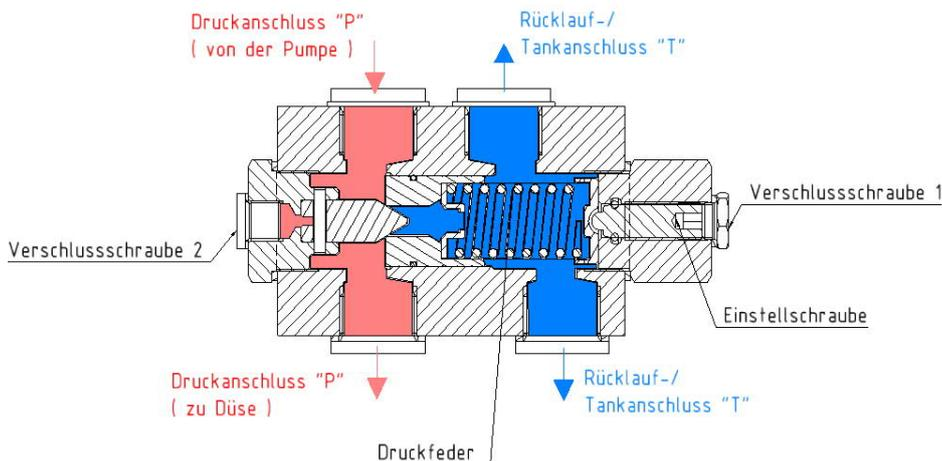

Abb.1 Funktionsprinzip
- Zum Anschließen des Manometers entfernen Sie die Verschlusschraube 2 und schließen Sie das Manometer am Gewindeanschluss G 1/4" (Abb.1) an.
- Die hp- Überströmventile sind werksseitig auf einen niedrigen Druck innerhalb der jeweiligen Druckstufe eingestellt. Zur Einstellung des gewünschten Betriebsdruckes wird die Verschlusschraube 1 (Abb.1) entfernt, so dass die darunter liegende Einstellschraube zugänglich wird.
- Danach wird die Pumpe der Anlage eingeschaltet. Durch drehen der Einstellschraube wird der gewünschte Betriebsdruck eingestellt (Drehung rechts - im Uhrzeigersinn → Druckerhöhung und Drehung links - gegen Uhrzeigersinn → Druckminderung). Zum Ablesen des eingestellten Wertes muss gemäß Absatz 4.13 DIN EN 12514-2, Ausgabe 2000, ein Manometer in der Anlage vorhanden sein. Sollte in der Anlage kein Manometer vorhanden sein, entfernen Sie die Verschlusschraube 2 (Abb.1) und schließen Sie dieses am Manometeranschluss an.